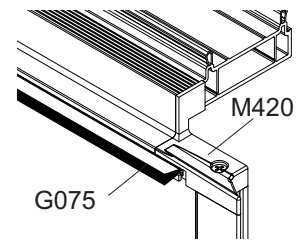

Abb. 3 Deckleiste 76651 mit Dichtung G075
- Dichtung **G075** bis in das Dichtteil **M420** des Mittelverschlusses einziehen (Abb. 3)